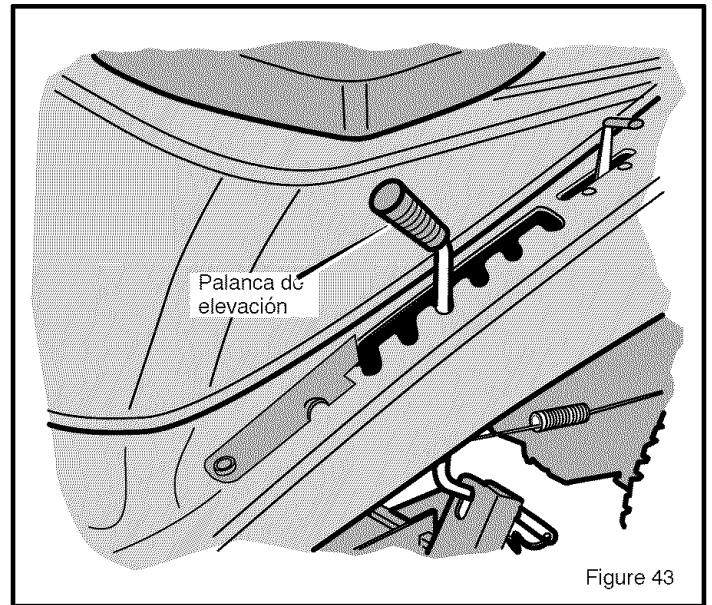

Figure 43
1. Mueva la **palanca de elevación** hacia delante para bajar el cárter del cortacésped y hacia atrás para levantar el cárter del cortacésped (Figure 43).